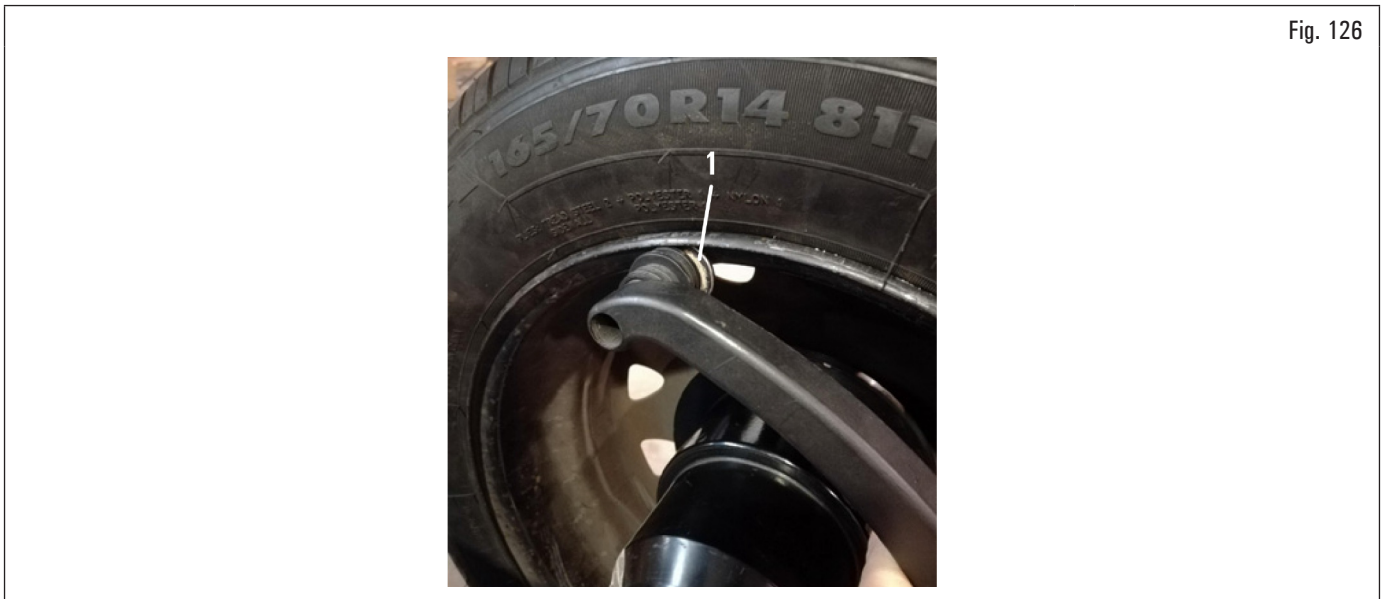

Fig. 126
Situarse el casquillo del palpador (Fig. 126 ref. 1) en el borde interno de la rueda hacia arriba (véase Fig. 126).